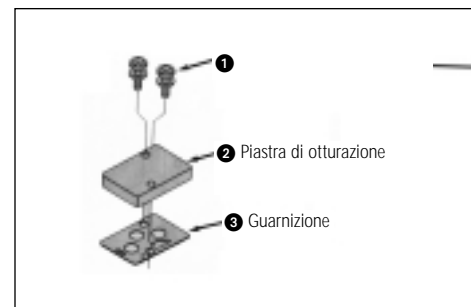

Fig. 11
Montaggio di una piastra di otturazione (Fig. 11)
2. Applicare la guarnizione 3 della piastra di otturazione (Fig. 11).
3. Applicare la piastra di otturazione 2 (Fig. 11).
4. Applicare le viti di fissaggio 1 della piastra di otturazione (Fig. 11).